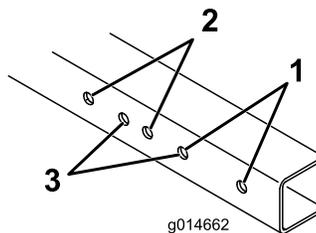

Рисунок 2
1. Чтобы определить, какие крепежные отверстия соответствуют ширине вашей газонокосилки, см. Рисунок 2.
Примечание: На машинах Greensmaster 1000, 1010 и 2000, оборудованных механической щеткой, снимите полуоси, расположенные на концах механической щетки, приобретите и установите новые полуоси (№ по кат. 106-5385). Кроме того, необходимо установить рейлинг в сборе в отверстия на конце механической щетки на Greensmaster 1600 и 1610 (Рисунок 2).